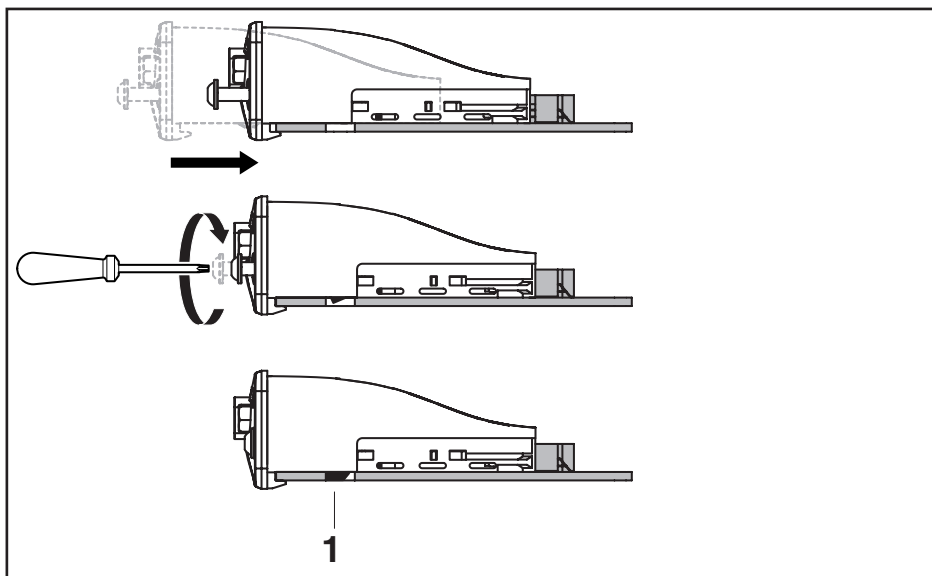

Fig. 3: Modalità di bloccaggio
3. Serrare a fondo le viti torx fino a che non siano perfettamente a paro del pannello frontale. Girando la vite la scheda a circuito stampato viene bloccata. Solo dopo avere avvitato saldamente il modulo interfaccia il bloccaggio è completo (ved. Fig. 3).